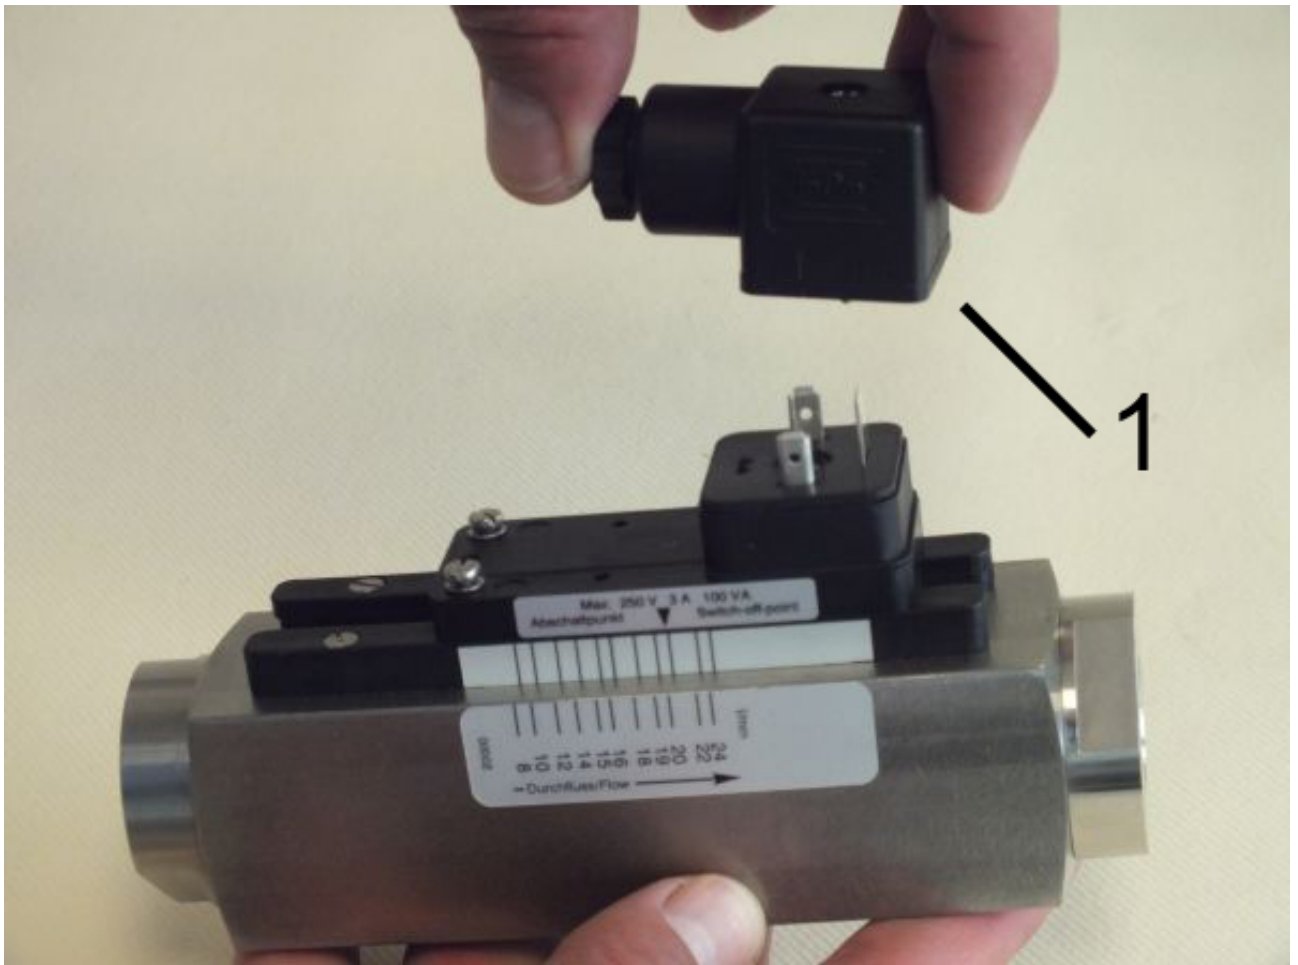

Abb. 71: Steckerdose abziehen
2. ➤ Steckerdose mit dazugehöriger Dichtung (Abb. 71/1) nach oben abziehen